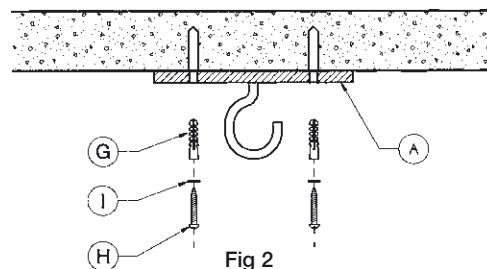

Fig 2
Para asegurar una fijación adecuada, practique dos agujeros en el techo de hormigón del diámetro del taco (G). Inserte los tacos suministrados y fije el soporte de chapa (A) mediante los dos tornillos (H) y arandelas (I) suministrados para este propósito. (**Fig.2**)